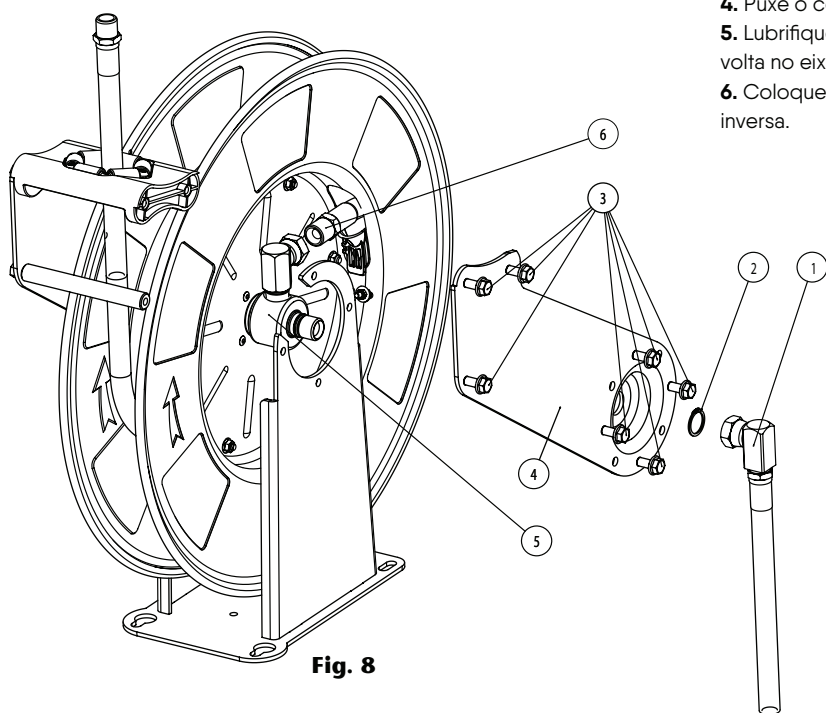
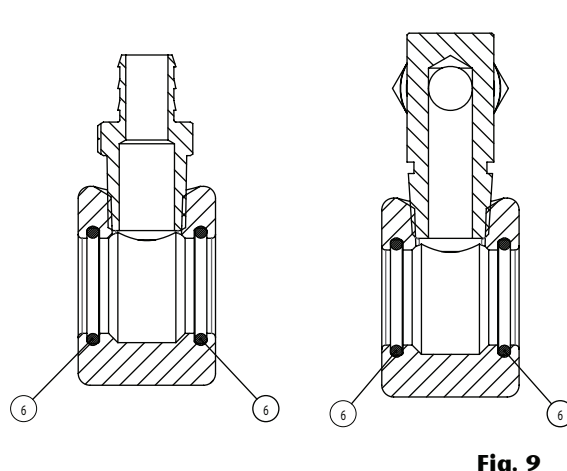

Fig. 8
Fig. 9
1. Desconecte a mangueira da articulação (6) (fig. 8).
2. Desconecte a mangueira de entrada que solta o encaixe de entrada (1) (fig. 8) e afaste o anel de retenção (2) (fig. 8).
3. Solte os parafusos (3) (fig. 8), para poder remover o braço (4).
4. Puxe o conjunto giratório (5) (fig. 8) e substitua as vedações (6) (fig. 9).
5. Remova o braço (4) (fig. 8), removendo o anel de retenção (2) (fig. 8) e afrouxando os parafusos (3) (fig. 8).